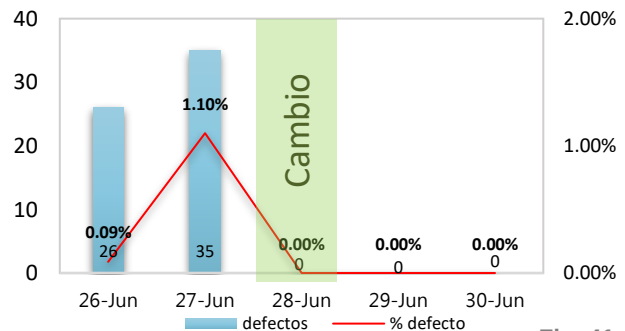

Fig. 41
2.4. Después del cambio confirmamos su efectividad, analizando la aparición de defectos, eliminando el defecto en su totalidad (Fig. 41).